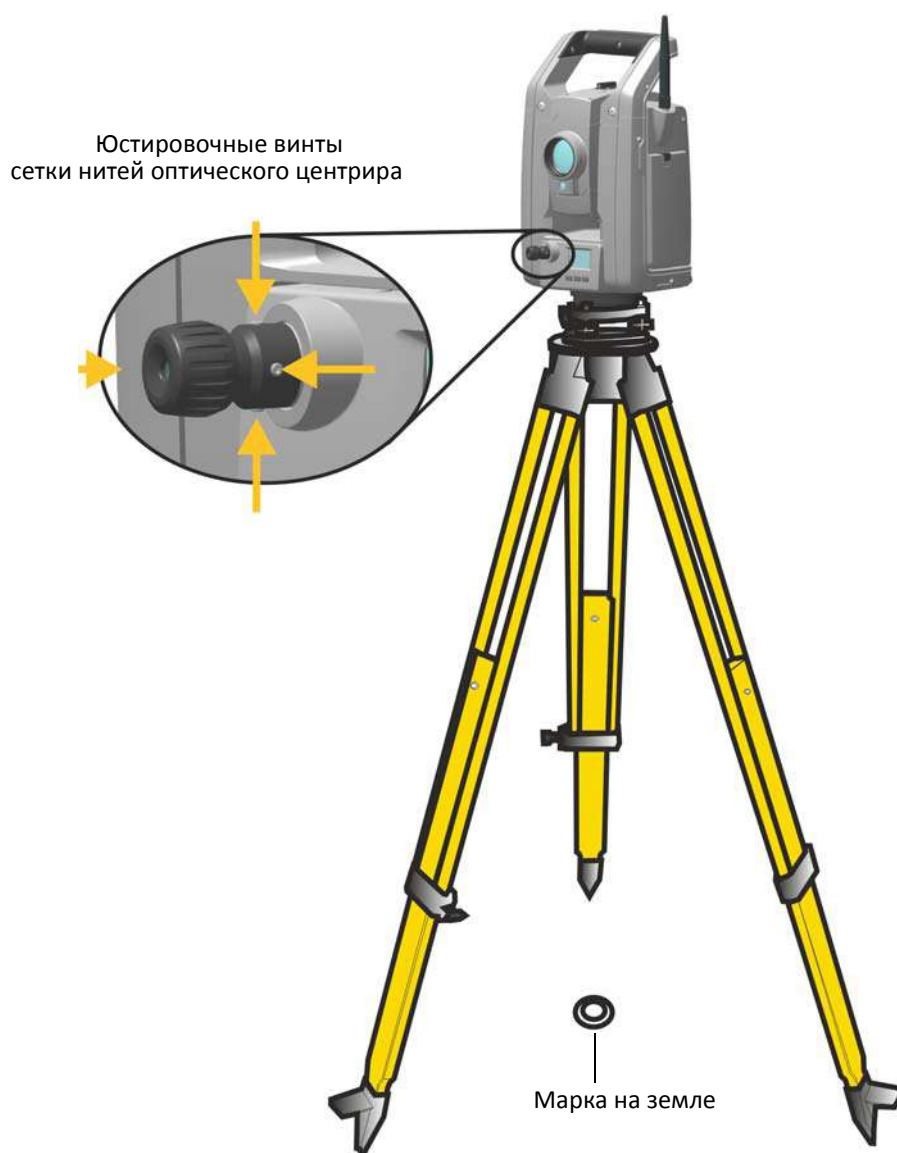

Рисунок 4.10. Юстировка оптического центра
1. Установите инструмент и выставьте его по уровню его над маркой на земле так, чтобы высота штатива составляла 1,5 м ($\pm 0,1$ м). См. рис. 4.10.